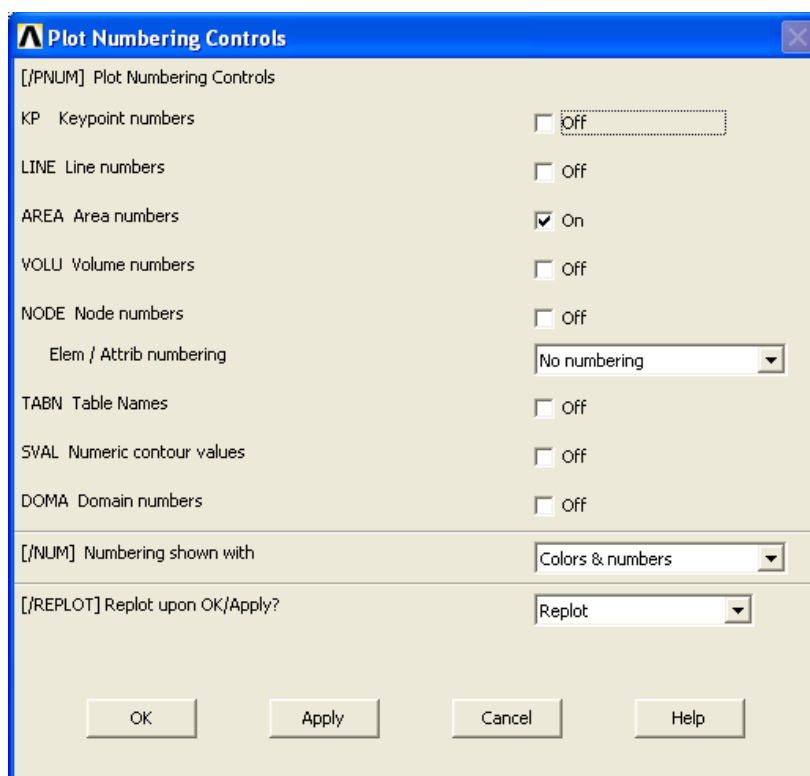

Рисунок 44 – Вид окна «Plot Numbering Controls»
- 2) «Utility Menu > PlotCtrls > Numbering ...» - для параметра AREA поставить флажок в состояние «on» (рисунок 44);